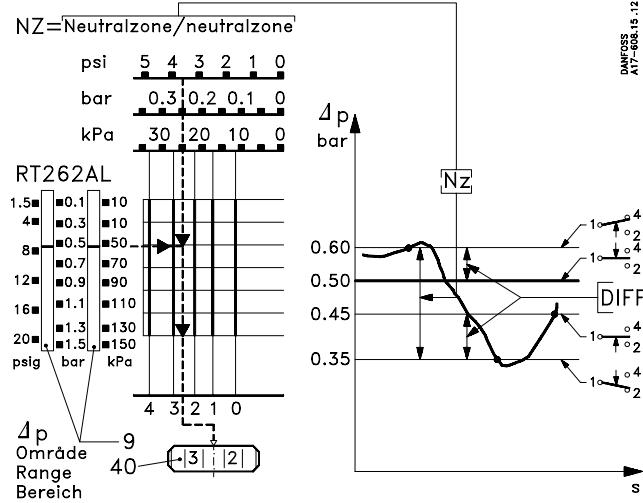

Fig. 5
Som det kan ses af diagrammet fig. 5, opnås den ønskede neutralzone på 0.25 bar ved at indstille neutralzonerullen (40) på værdien 2.5.